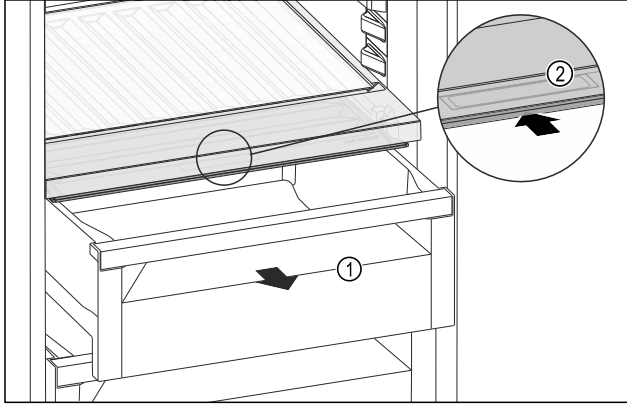

Fig. 171
- Çekmece bölmesini Fig. 171 (1) çekerek çıkarın.
- Raf kapağındaki tutma boşluğundan Fig. 171 (2) tutun ve aynı anda raf kapağını arkaya doğru kaydırın.